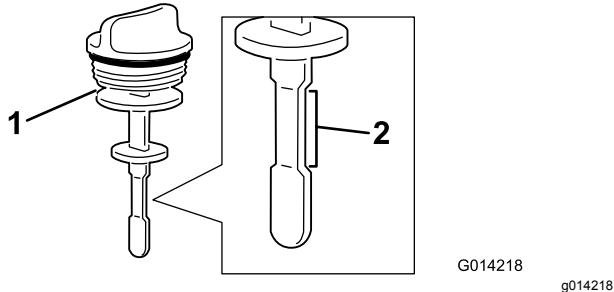

Figura 97
- Retire la varilla del cuello de llenado y compruebe el nivel de fluido (Figura 97).